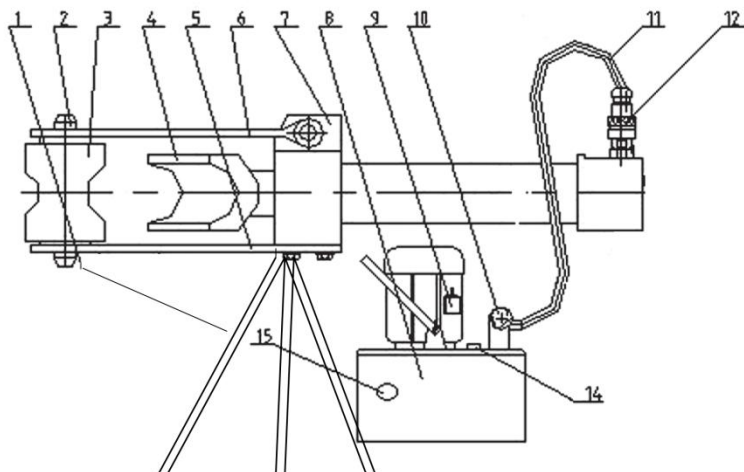

Рис. 3
**1) Собрать трубогиб (см. Рис.3). Для этого:**
- закрепить на нижней платформе корпуса трубогиба нижнюю траверсу (5) с помощью 4-х болтов из комплекта крепежа. Затем перевернуть трубогиб и установить его на опоры на ровной площадке;
- установить и закрепить верхнюю траверсу (6) в корпусе трубогиба (7) с помощью пальца проверить уровень масла через смотровое окно (15) масляного электронасоса (8) (уровень масла должен закрывать смотровое окно (15)). При необходимости долить веретенное масло индустриальной марки И-20А или И-30А ГОСТ 20799-88 до требуемого уровня. Завернуть пробку (14) на место: для транспортировки пробку следует завернуть до упора, а для продолжения работы трубогиба пробка должна быть приоткрыта на один оборот;
- присоединить соединительный шланг (11) одним концом к масляному электронасосу (8) с помощью резьбового соединения, а другой конец шланга присоединить к трубогибу с помощью штуцера быстроразъемного разъема (12);
- установить на шток трубогиба шаблон (4) необходимого размера, соответствующего диаметру сгибаемой трубы;
- установить в нижнюю траверсу (5) два упора (3) в симметричные отверстия, соответствующие требуемому диаметру сгибаемой трубы. Повернуть упоры (3) к шаблону (4) выемками;
- опустить верхнюю (6) траверсу на 2 оси (2) 2-х упоров (3).
**2) Убедиться, что выпускной клапан электронасоса (10) закрыт, т.к. поступательный ход штока возможен только при закрытом выпускном клапане (10).**
**3) Поместить соответствующую трубу между упорами (3) и шаблоном (4) и включить электронасос выключателем (9) и произвести сгибание трубы.**
**4) По окончании операции плавно открыть выпускной клапан (10) не более, чем на один оборот, тем самым освобождая трубу и возвращая шток в исходное положение. Поднять верхнюю траверсу (6), достать трубу с шаблоном (4) и освободить шаблон от трубы.**